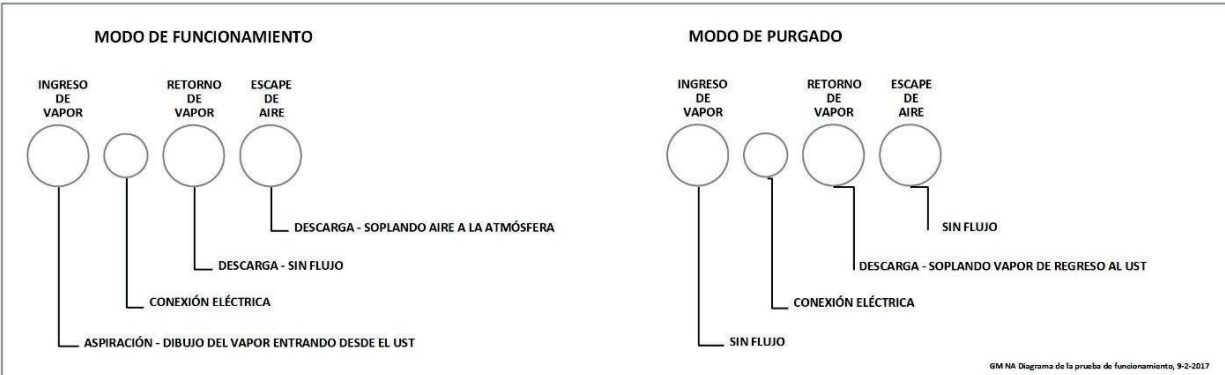

Figura 6-10: Diagrama de operación de la GREEN MACHINE
7. Durante el modo de funcionamiento de 60 segundos: **Vea la Figura 6-10.**
9. Durante el ciclo de purga de 60 segundos: **vea la Figura 6-10.**